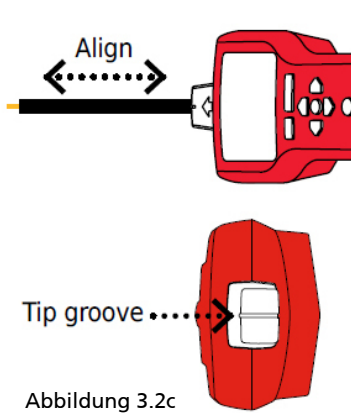

Abbildung 3.2c
5. Empfängerpositionierung: Um möglichst präzise Ergebnisse zu erhalten, richten Sie die Vertiefung im Spitzsensor auf den Kabelverlauf. Bei falscher Ausrichtung kann das Signal verloren gehen. (siehe Abbildung 3.2c)